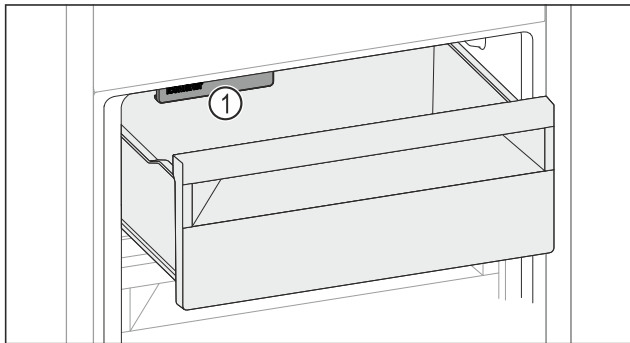

Fig. 111
- Levensmiddelen in de lade leggen. Wanneer u levensmiddelen in de linker lade plaatst: Rekening houden met IceMaker Fig. 111 (1).